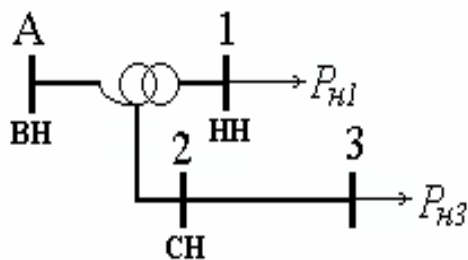

Рис. 53. Схема сети к задаче 29
**Задача 29.** Выполнить расчет параметров режима электрической сети, изображенной на рис. 53, методом последовательных приближений. Центр питания - узел А, в котором поддерживается напряжение  $U_A = 215$  кВ. Мощности нагрузок составляют:  $P_{Н1} = 18$  МВт при  $\cos\varphi = 0,9$ ,  $P_{Н3} = 35$  МВт при  $\cos\varphi = 0,95$ .